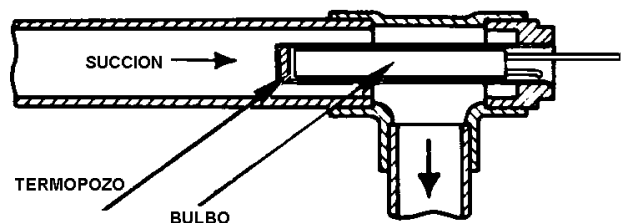

Figura 6.28 - Ubicación del bulbo remoto en un termopozo.
Cuando se quiera incrementar la sensibilidad del bulbo remoto a un cambio en la temperatura del gas refrigerante proveniente del evaporador, puede ser necesario utilizar un termopozo para el bulbo remoto. Esto es particularmente cierto para instalaciones compactas e instalaciones con líneas de succión grandes (2-1/8" diámetro ext. o más grandes). Los termopozos para bulbo remoto deberán usarse: (1) cuando se desean sobrecalentamientos muy bajos y (2) cuando el calor por convección de un cuarto caliente puede influenciar el bulbo remoto. (Ver figura 6.28).